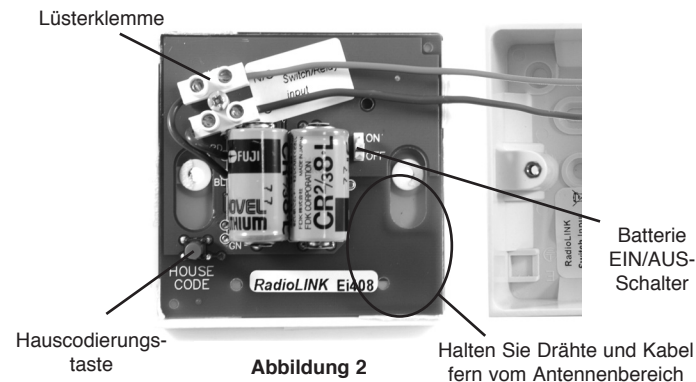

Abbildung 2
3. Schalten Sie die integrierte Batterie ein, indem Sie den gelben Batterieschalter in die Stellung "ON (Ein)" schieben (siehe Abbildung 2).
4. Drücken Sie die Hauscodierungstaste (dargestellt in Abbildung 2) und halten Sie diese gedrückt, bis die rote LED auf der Frontplatte des Ei408 konstant leuchtet. Sobald die LED aufleuchtet, lassen Sie die Hauscodierungstaste los. Die rote LED sollte langsam zu blinken beginnen (signalisiert, dass Ei408 ein eindeutiges Hauscodierungssignal sendet).
Es gibt keine Garantie dass bei bestimmten Installationen keine Störungen auftreten. Störungen vom Rauchwarnmelder-System können ermittelt werden, indem das gesamte System ausgeschaltet wird. Um das Ei408 Modul auszuschalten, entfernen Sie die Frontplatte und schieben Sie den gelben Batterieschalter in die Stellung "OFF (Aus)" (siehe Abbildung 2). Lesen Sie die beiliegenden Anleitungen der anderen Produkte, um sich über diese zu informieren.
Wenn Sie diese Anleitung gelesen haben, Ihr Ei408 aber nicht funktioniert, wenden Sie sich bitte an den nächstgelegenen Kundendienst, dessen Anschrift am Ende dieser Broschüre aufgeführt ist. Wenn das Gerät zur Reparatur gegeben oder ausgetauscht werden muss, polstern Sie die Verpackung aus und klemmen Sie die Batterie ab. Schieben Sie den Schalter in die Stellung "OFF (Aus)" (siehe Abbildung 2). Schicken Sie es an die nächstgelegene "Kundendienst- und Informationsstelle", die auf dem Ei408 oder in dieser Broschüre aufgeführt ist. Beschreiben Sie die Art des Fehlers, nennen Sie die Verkaufsstelle und das Kaufdatum.